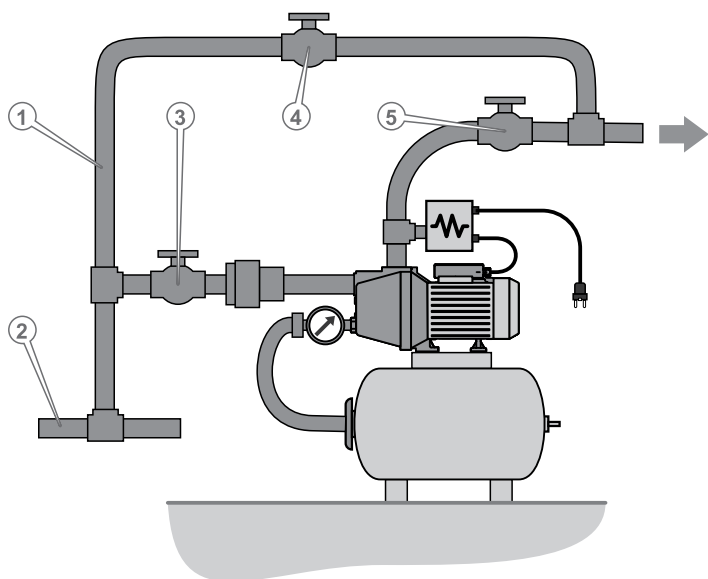

Рисунок 8. Схема монтажу насосної станції в діючу систему централізованого водопостачання для підвищення тиску
1. Змонтувати насосну станцію в активну систему водопостачання (2, рис. 8).
2. Змонтувати обхідну гілку водопроводу — байпас (1, рис. 8), що дає змогу в разі виходу з ладу насосної станції пустити воду в обхід насосної станції (рис. 8). Байпас має бути оснащений окремим запірним краном (4, рис. 8), який перебуває в закритому стані під час роботи насосної станції.
У разі аварійної зупинки насосної станції її вхідний (3, рис. 8) та вихідний (5, рис. 8) запірні крани закриваються, а запірний кран (4, рис. 8) байпаса відкривається, забезпечуючи функціонування системи водопостачання, оминаючи насосну станцію.
4. Відкрити запірні крани (3, 5, рис. 8) на вхідному та вихідному трубопроводах насосної станції.